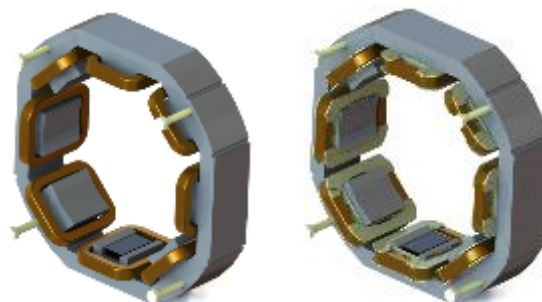

Abbildung 13.3: Erregerstator GTA / AG10
3. Entfernen Sie die vier Befestigungsschrauben des Erregerstators gemäß Abbildung 13.3.